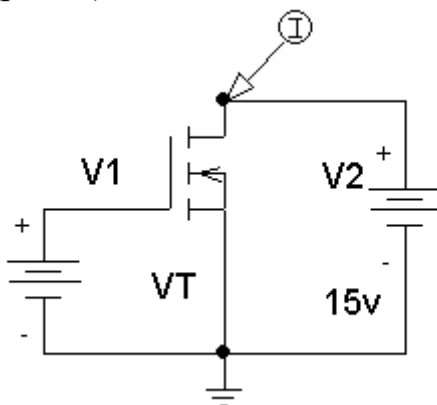

Рис. 1. Рабочая схема для снятия ВАХ полевого транзистора
1. В операционной системе «Windows» под управлением программы «Schematics» собрать схему для снятия вольт-амперных характеристик полевого транзистора (рис. 1).
- Красиво расположить элементы на рабочем поле в соответствии с рис. 1, не соединяя их.
- Ввести обозначения транзистора и источников как на рис. 1. Для этого дважды щелкнуть на элемент, а лучше на его имя. В выплывшем окне откорректировать имя.